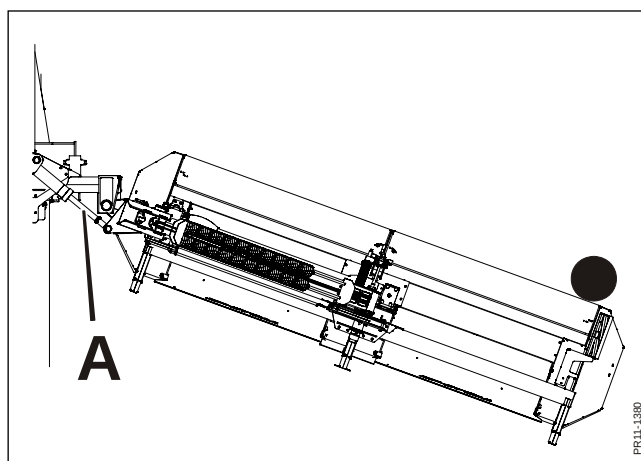

Fig. 3-11
**Fig. 3-11** Außer dem JF-STOLL-Top-Safe-Prinzip gibt es auch eine hydraulische Anfahrsicherung, die das Schneidwerk bei Zusammenstößen nach hinten schwenkt. Wenn das passiert, muss man den Schwenkzylinder **A** aktivieren, damit das Schneidwerk wieder in die korrekte Position kommt. **Nicht rückwärts mit der Maschine fahren.**